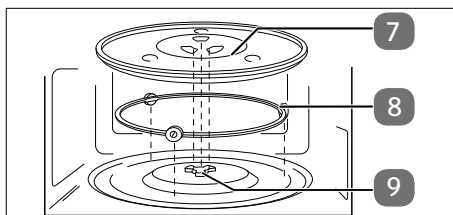

Fig. 5 – Inserimento del piatto girevole in vetro
- ▶ Inserire l'anello girevole nell'incavo del vano di cottura, quindi collocare il piatto girevole in vetro sopra l'albero di trasmissione in posizione centrata (**vedere Fig. 5**), in modo che le nervature del piatto girevole in vetro poggino tra le alette dell'albero di trasmissione.